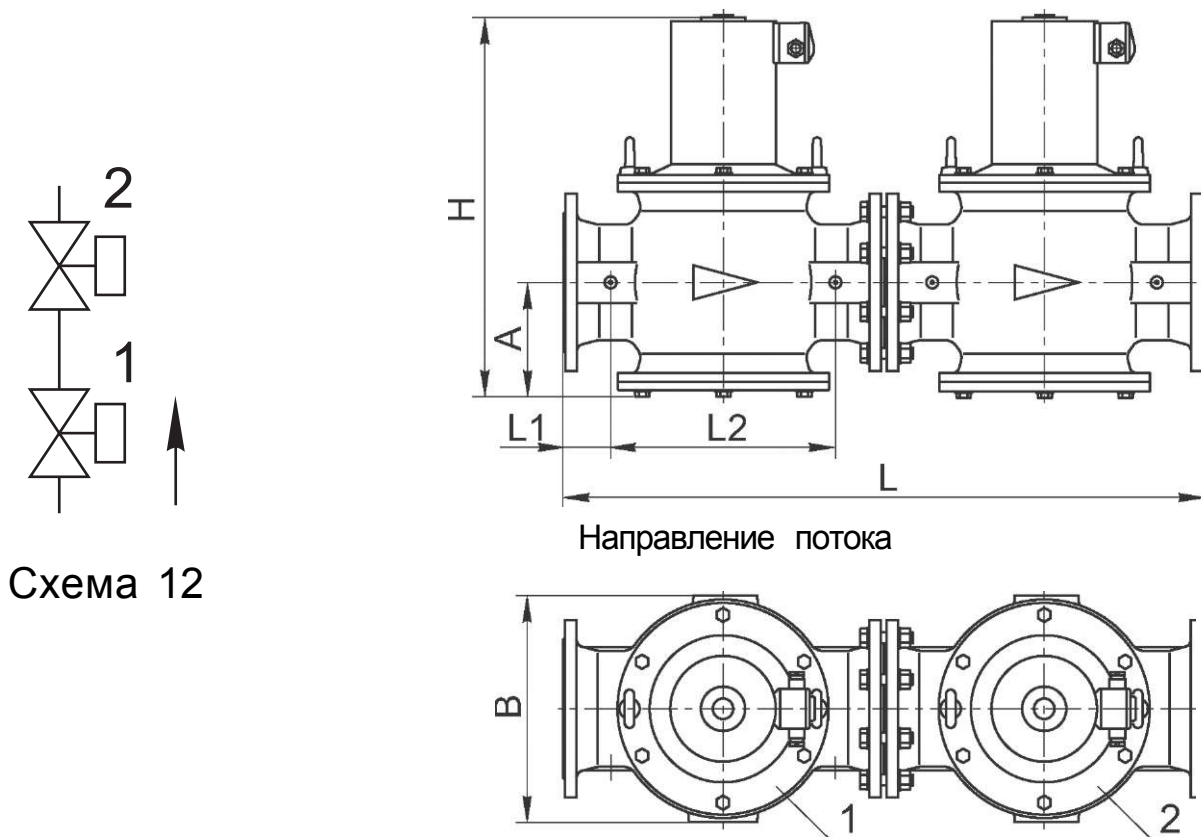

Рис. 19-24
- Блок (рис. 19-24) состоит из следующих основных узлов и деталей: